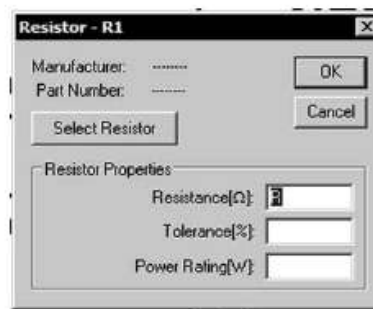

Figure 3.18
15. Pour les résisteurs, il faut cliquer droit sur chacun d'eux, le premier résistor **R1**, figure 3.18.